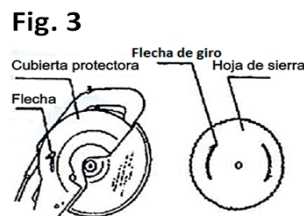

Fig. 3
4.- Para retirar el disco de corte, es necesario primero quitar el plato exterior. ( fig.3)
5.- Sustituya el disco de corte colocandolo con los dientes girando a la derecha ( fig.3)